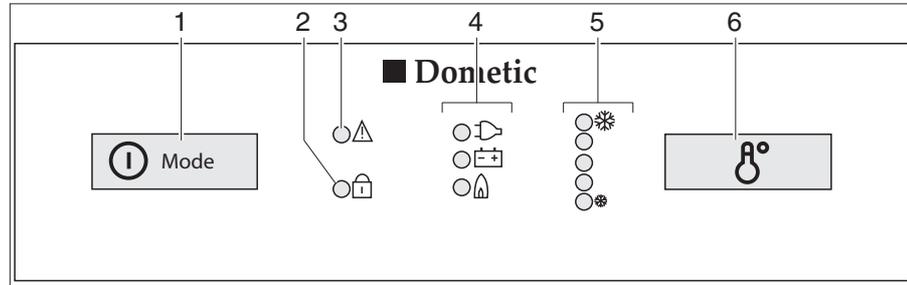

Bild 227 Bedienelemente für den Kühlschrank (Dometic 8er-Reihe mit MES)
- Den Einschalter/Energie-Wahlschalter (Bild 227,1) 2 Sekunden lang drücken, um das Gerät einzuschalten. Die LED der zuletzt gewählten Betriebsart leuchtet auf.
- Ggf. den Einschalter/Energie-Wahlschalter (Bild 227,1) mehrmals kurz drücken, bis die Betriebsanzeige Gas "🔥" aufleuchtet. Die Gaszufuhr ist geöffnet. Der Zündvorgang erfolgt automatisch. Ein tickendes Geräusch ist hörbar, bis der Zündvorgang erfolgreich abgeschlossen ist.
- Die Kühltemperatur mit dem Schalter für die Temperatureinstellung (Bild 227,6) einstellen.
- Ggf. den Einschalter/Energie-Wahlschalter (Bild 227,1) mehrmals kurz drücken, bis die Betriebsanzeige 230 V "↔" aufleuchtet.
- Ggf. den Einschalter/Energie-Wahlschalter (Bild 227,1) mehrmals kurz drücken, bis die Betriebsanzeige 12 V "↔" aufleuchtet.